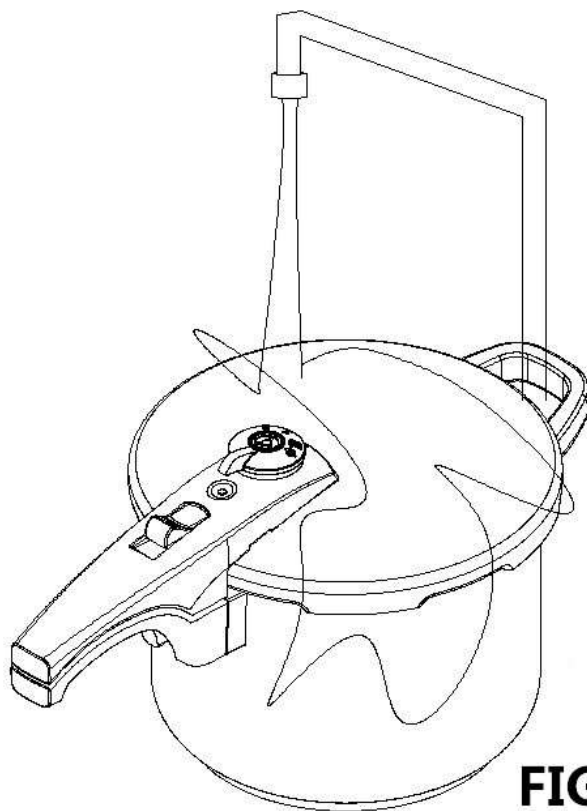

FIG 9
- ① Umieść szybkowar w zlewie bez wody, odkręć kran i opłucz pokrywę (uważając, aby woda nie dostała się na uchwyty ani zawór regulacji ciśnienia) (Rys. 9), aż czerwony wskaźnik zaworu bezpieczeństwa opadnie. Ta metoda pozwala szybko zmniejszyć ciśnienie.